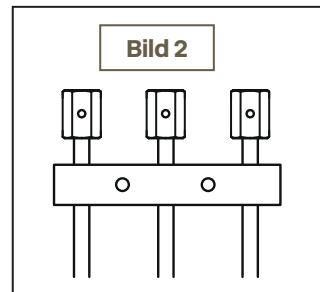

Bild 3A, Ändring av svänggradie
Utolloppspipen (1) tas bort genom att låsskruven (2) lossas med insexfnyckel och pipen dras bort från pipinfästningen (3). Spärrstiften (4) monteras i pipinfästningen enligt alternativ på bild 3A till önskad svänggradie. Ur- och iskruvning av spärrstiften görs med insexfnyckel (5).